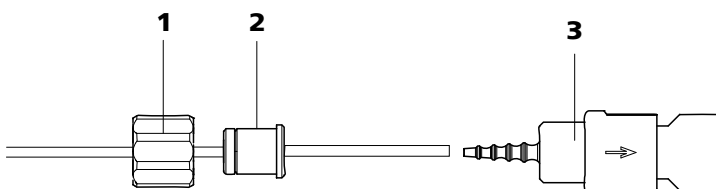

Figura 20 Instalación de una conexión de tubo de bomba con filtro
- **Caso A:** Conecte una conexión de tubo de bomba **con filtro** 6.2744.180 (véase Figura 20, página 32) o